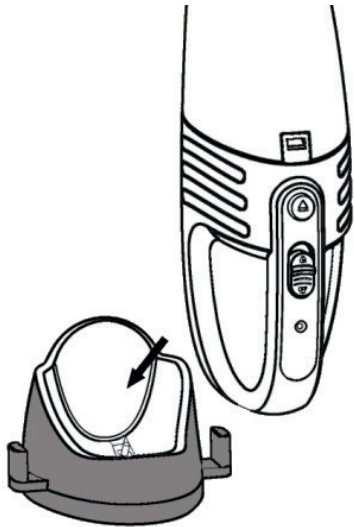

Abbildung 3
3. Stellen Sie das Gerät wie in Abbildung 3 gezeigt auf den Ladesockel.